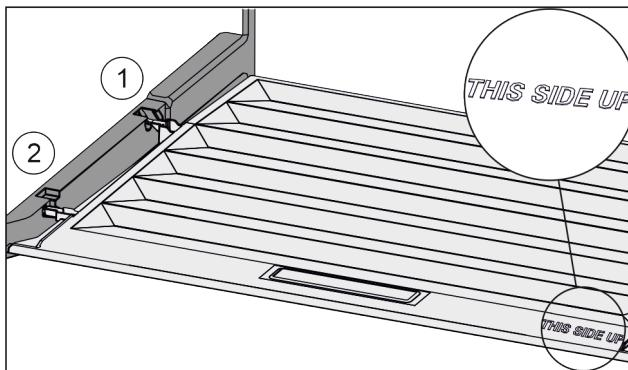

Fig. 153
- ▶ Výstupky veka zavedťte cez otvor zadného držiaka Fig. 153 (1) a zaistite vpredu v držiaku Fig. 153 (2).